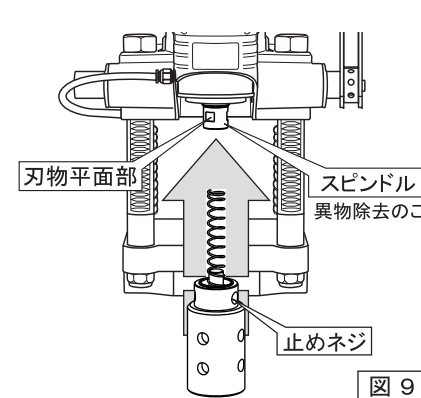

図 9
- (4) スピンドルの穴に主軸スプリングを入れ、カッターホルダーをスピンドルにセットします。この時カッターホルダーの止めネジ部とスピンドルの平面部が合うようにしてください。(図9)
- (5) カッターホルダーの止めネジを付属の六角棒レンチで時計回りにしっかりと締付け確実に固定してください。